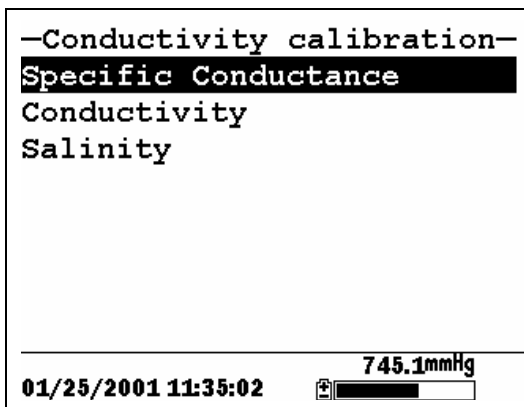

图6.3 电导标定窗口
14. 按 **Enter** 回到电导标定选项窗口，参见图 6.3。